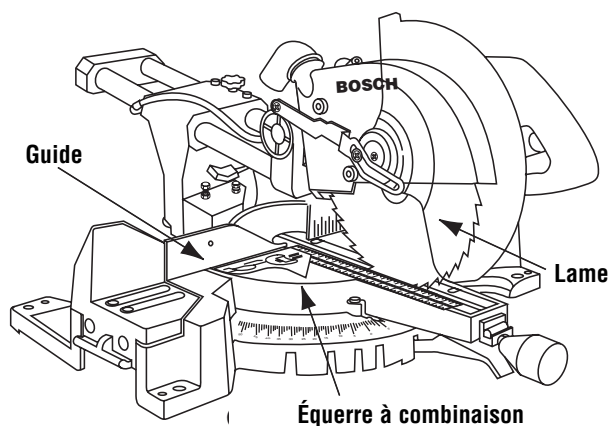

Figure 10. Lame d'équerre par rapport au guide
2. Abaissez la tête, tirez la cheville de blocage vers l'extérieur et tournez-la de 90°, tournez de manière à bloquer en position inférieure. Assurez-vous que la table est au cran 0° et serrez le bouton de blocage d'onglet. Placez l'équerre adéquatement de manière à ce qu'elle ne vienne pas en contact avec les dents de la lame de scie. La lame de scie doit venir en contact avec toute la longueur de l'équerre (Figure 10).